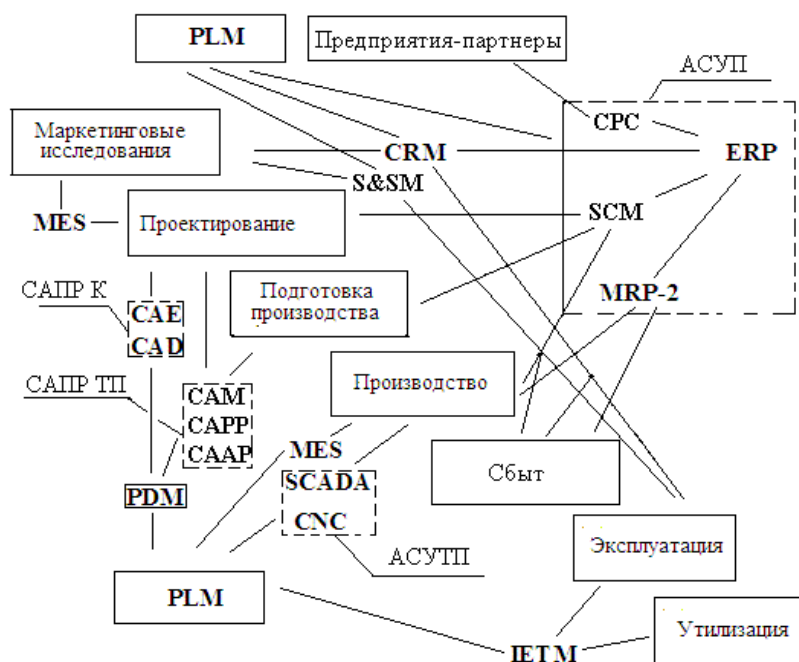

Рис. 3
**Вопрос 5.** Какое программное обеспечение осуществляет в «петле качества» диспетчерское управление производственными процессами (рис. 3)?